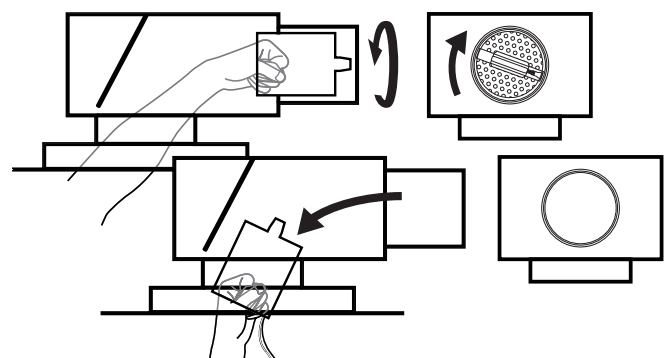

Bild 4. Spjällinsatsen vrids moturs för att lossas från lådan.
- 5) Ta tag i handtaget och vrid spjällinsatsen moturs så att lossnar och dra ut spjällinsatsen ur lådan, se bild 4.